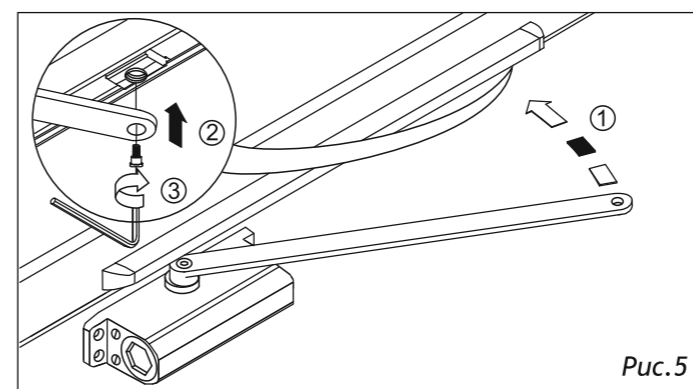

Рис.5
5. Прижмите тягу к полотну двери и соедините ее с ползуном специальным винтом М8х17 под шестигранный ключ. Тем самым создается преднатяг (рис. 5);